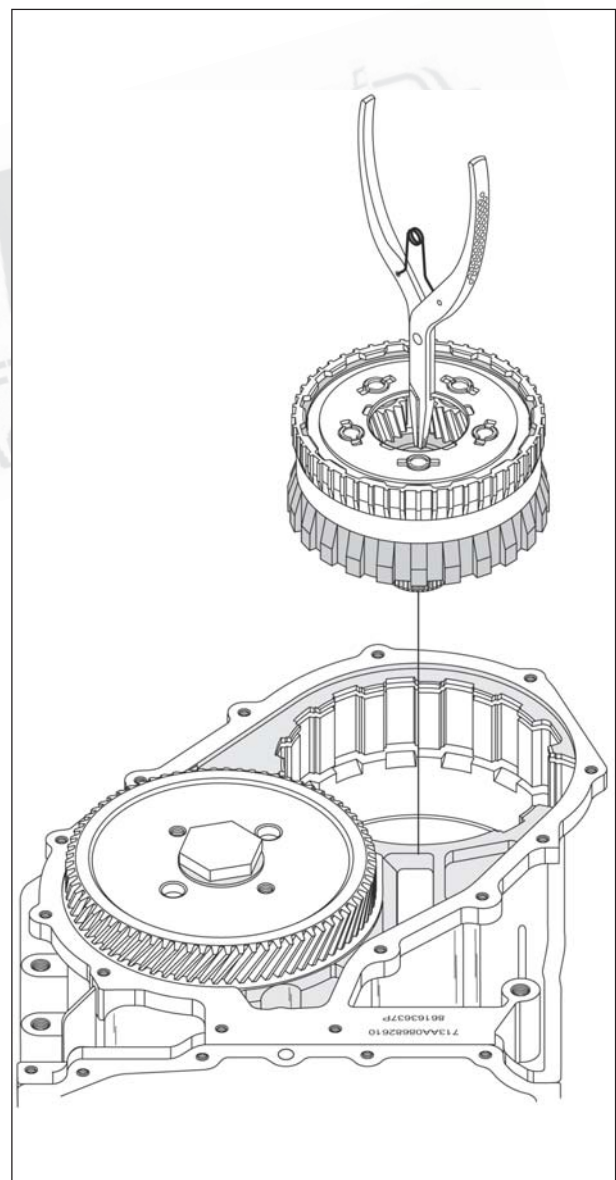

Figura 228
1. Posicione a carcaça da transmissão previamente montada na bancada, conforme mostra a figura 228.
2. Instale o conjunto do carregador planetário de saída, conforme mostra a figura 228, utilizando um alicate de travas, e certifique-se que ele esteja corretamente assentado.